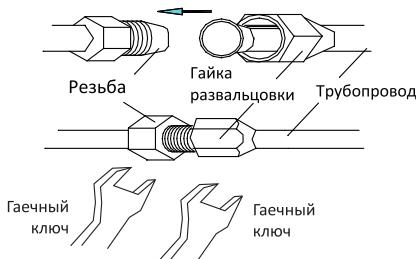

Рис. 11
- Плотно закрутите гайку торсионным гаечным ключом до щелчка (рис. 11).